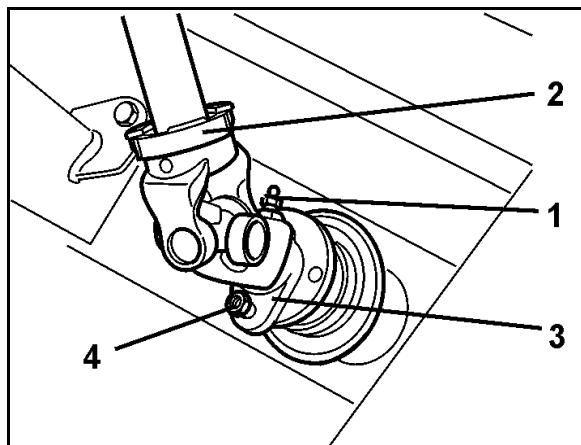

Рис. 90
2. Отсоедините пресс-масленку (Рис. 90/1) в соединительной вилке (Рис. 90/3) карданного вала (Рис. 90/2).
3. Отсоедините срезной винт (Рис. 90/4) между фланцем вилки карданного вала и фланцем первичного вала редуктора.